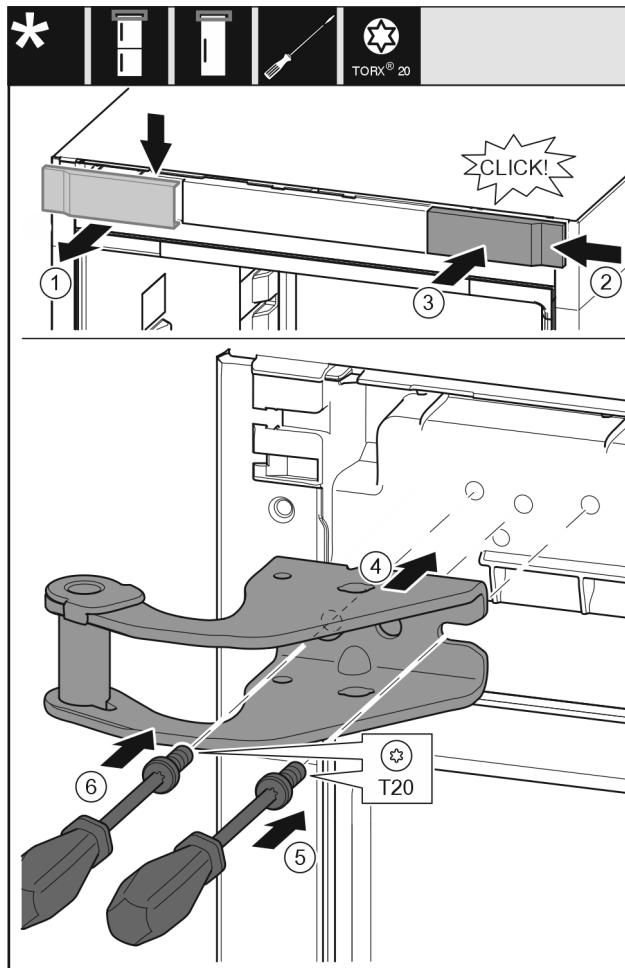

Fig. 15
- Αφαιρέστε το κάλυμμα Fig. 15 (1) από επάνω προς τα εμπόρια.
- Αναρτήστε το κάλυμμα Fig. 15 (2) περιστρέφοντας το κατά 180° στην άλλη πλευρά από δεξιά.
- Κουμπώστε το κάλυμμα Fig. 15 (3).
- Τοποθετήστε το επάνω στήριγμα Fig. 15 (4).
- Τοποθετήστε και σφίξτε τη βίδα Fig. 15 (5) με κατσαβίδι και σφίξτε τη.
- Τοποθετήστε και σφίξτε τη βίδα Fig. 15 (6) με κατσαβίδι και σφίξτε τη.